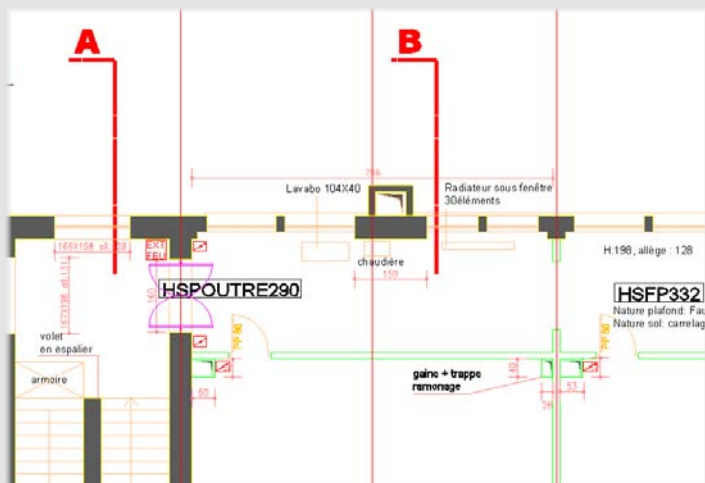

Figure 25
15. Le couloir de distribution, en photo (voir Figure 24) et en représentation (voir Figure 25), compte également de riches et denses informations. Comme pour la salle de classe, il s'agit avant tout de hiérarchiser et de mettre en avant sur le plan seulement les indications essentielles. L'observation du plan et de toutes ses indications vous permettra de mieux comprendre l'idée sous-tendue par ce type de relevé de bâtiment à retranscrire sur AutoCAD et de développer vos propres regard et acuité.